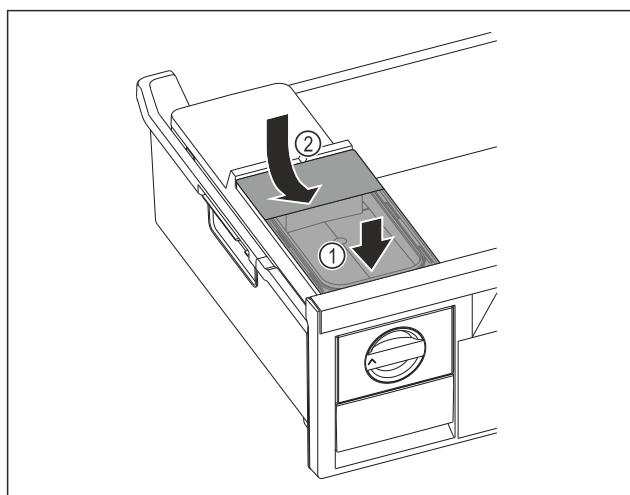

Fig. 181
- Postavite spremnik za vodu sprijeda. Fig. 181 (1)
- Spustite spremnik za vodu straga. Fig. 181 (2)